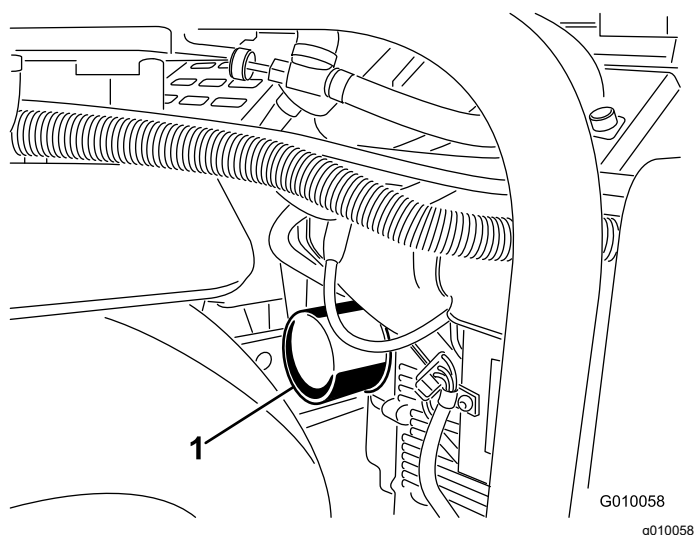
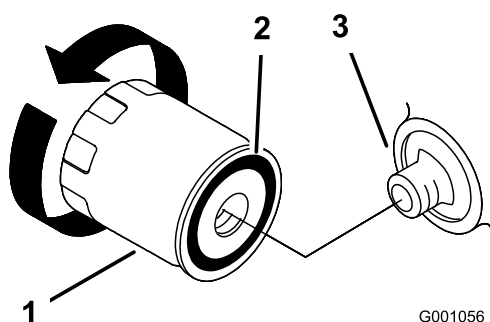

图 45
图 46
- 在滤清器下面放一个浅盘或抹布接住机油图 45。
- 拆下旧滤芯图 45和图 46并擦拭滤芯安装座垫片的表面。